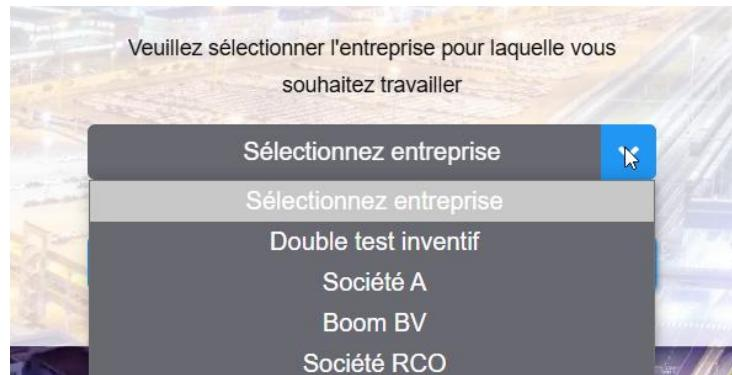

Figure 4 Sélectionner une entreprise
- Si vous appartenez à plus de 5 entreprises, elles apparaîtront dans une liste déroulante (voir Figure 4).